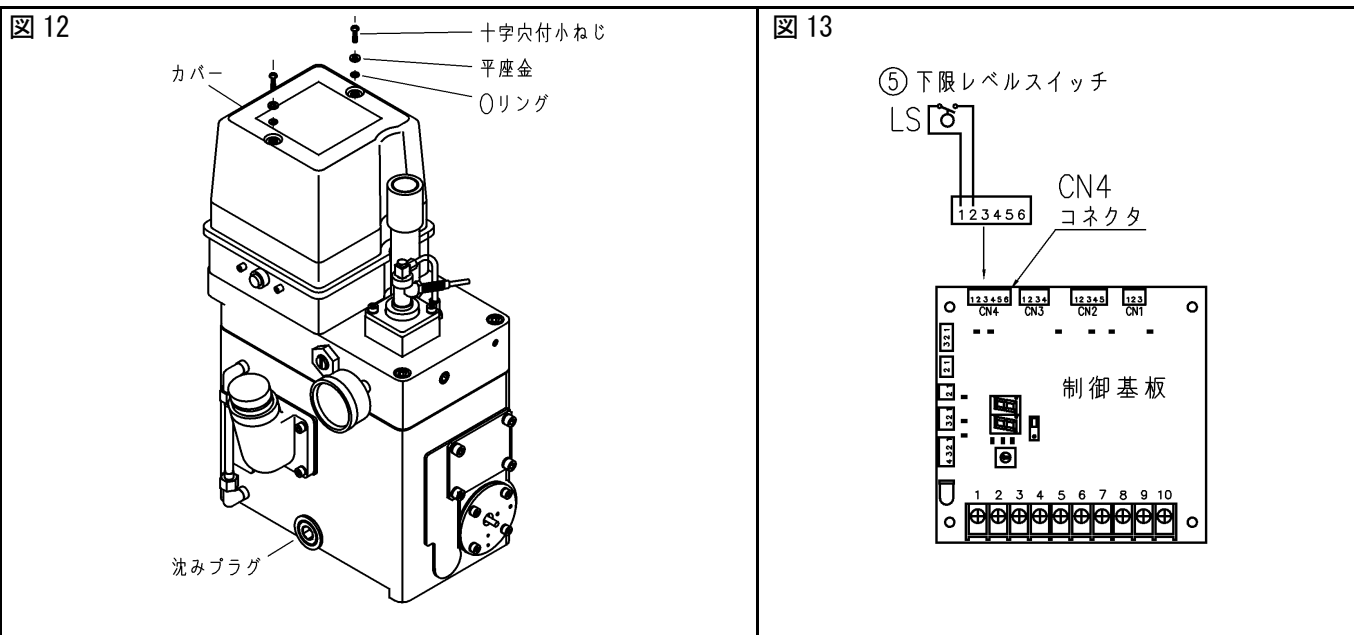

図 14
5. 制御基板ブラケットをスペーサに差し込み、右にずらします。(図 14)
6. 正面の 2 本の六角穴付き止めねじを 10 回転程ねじ込み、制御基板ブラケットが外れないことを確認します。(図 14)